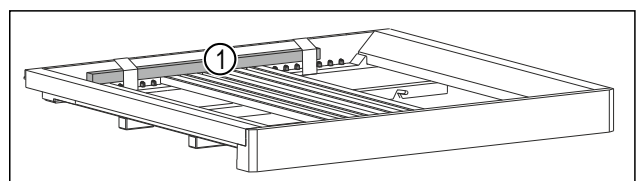

Fig. 3 \*
- ▶ Holzstab Fig. 3 (1) entfernen.\*